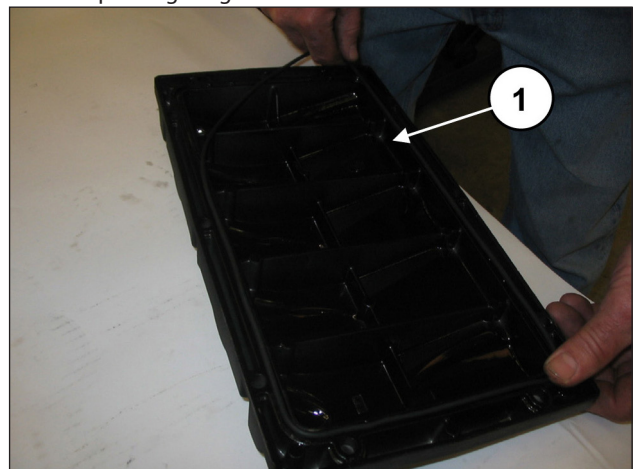
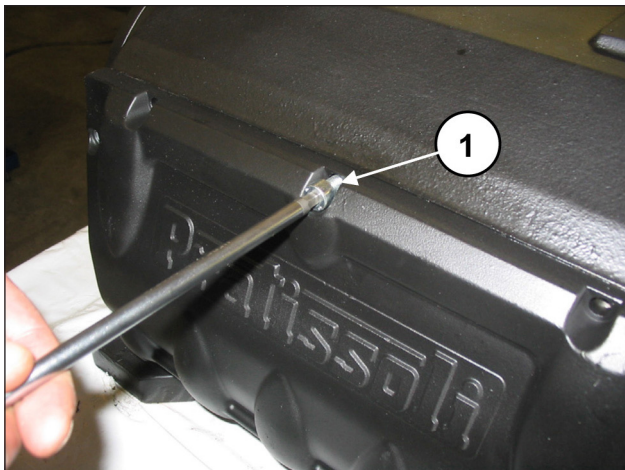

Abb. 84
Abb. 85
Setzen Sie den O-Ring in den hinteren Deckel ein (Pos. ①, Abb. 84) und befestigen Sie ihn am Gehäuse mit den 10 Schrauben M8x18 (Pos. ①, Abb. 85). Eichen Sie die Schrauben mit einem Drehmomentschlüssel, wie in Kapitel 3 gezeigt.